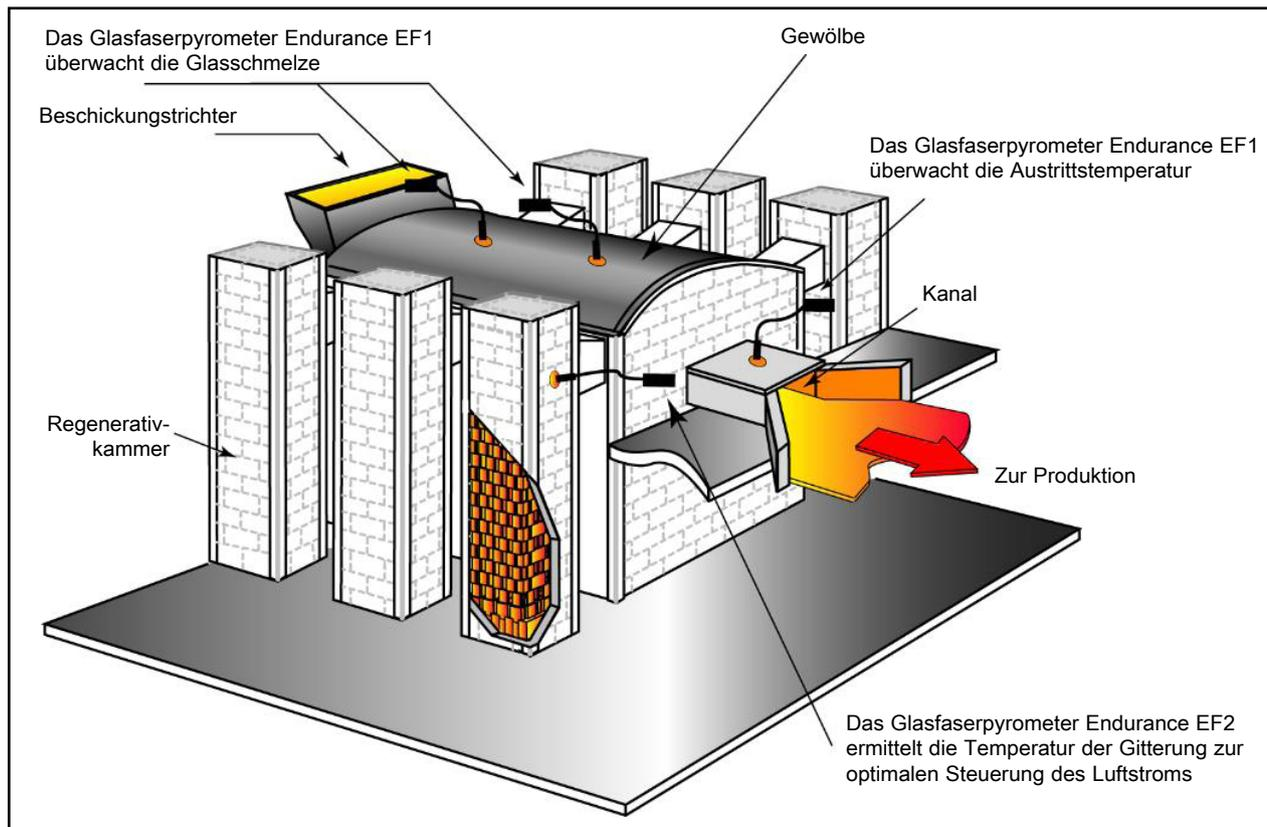

Abb. 1: Temperaturmessung am Schmelzofen und an den Regenerativkammern
1. Endurance EF1M zur Temperaturüberwachung der Glasschmelze im Innern und am Austritt des Schmelzofens (Abb. 1).
2. Endurance EF2M zur Ermittlung des optimalen Zeitpunkts zur Umkehr des Luftstroms in den Regenerativkammern (Abb. 1).